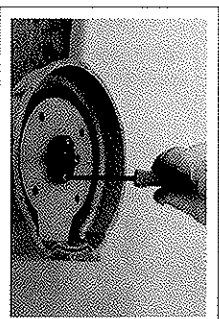

fig. 8
- 11 -Nur für Modelle CL20 HS: lösen und entfernen Sie die Schrauben, die die Befestigungsabdeckung für das vordere Lager mit der vorderen Gehäusehälfte verbinden (Abb. 8). Entfernen Sie die Abdeckung.
- 11 -For CL20 HS only: unscrew and remove the screws fixing the front bearing locking cover to the front casing half (fig. 8). Remove the cover.